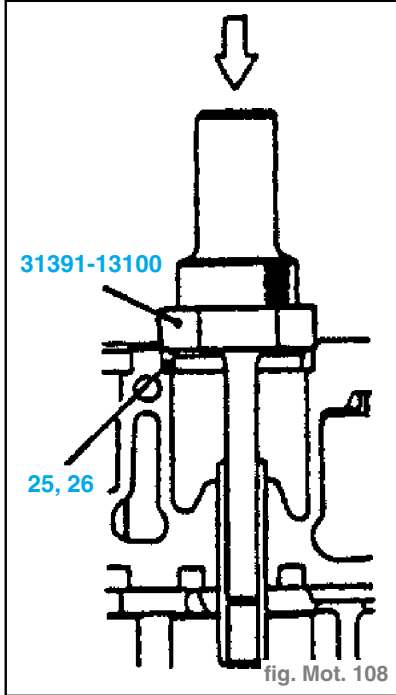

fig. Mot. 108
- Admission (B) :  $\varnothing 43^{+0,025}_0$  mm
- Échappement (C) :  $\varnothing 37^{+0,025}_0$  mm
- À l'aide de l'outil spécial, introduire les sièges de soupape 25 et 26 dans la culasse 35 jusqu'en butée au fond des trous. (fig. Mot. 108)